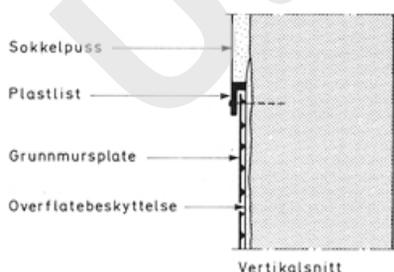

Fig. 23
- Grunnmursplater av plast med knaster eller riller hindrer at fukt kommer i direkte kontakt med vegg. Platene monteres med knastene eller rillene inn mot vegg slik at det dannes en smal luftspalte mellom grunnmursplate og vegg. Utenfor grunnmursplatene må det være et trykkbrytende, drenerende lag. Grunnmursplatene monteres med omlegg etter produsentens anvisning. Platene klemmes inn mot vegg oventil med en L-format plastlist som er spesielt laget til dette formålet. Sokkelpussen avsluttes ned mot plastlisten, se fig. 23. En teknisk brukbar løsning er også å føre grunnmursplatene 20–30 mm opp over terrengnivå uten toppavdekning der dette ikke gir estetiske betenkeligheter.